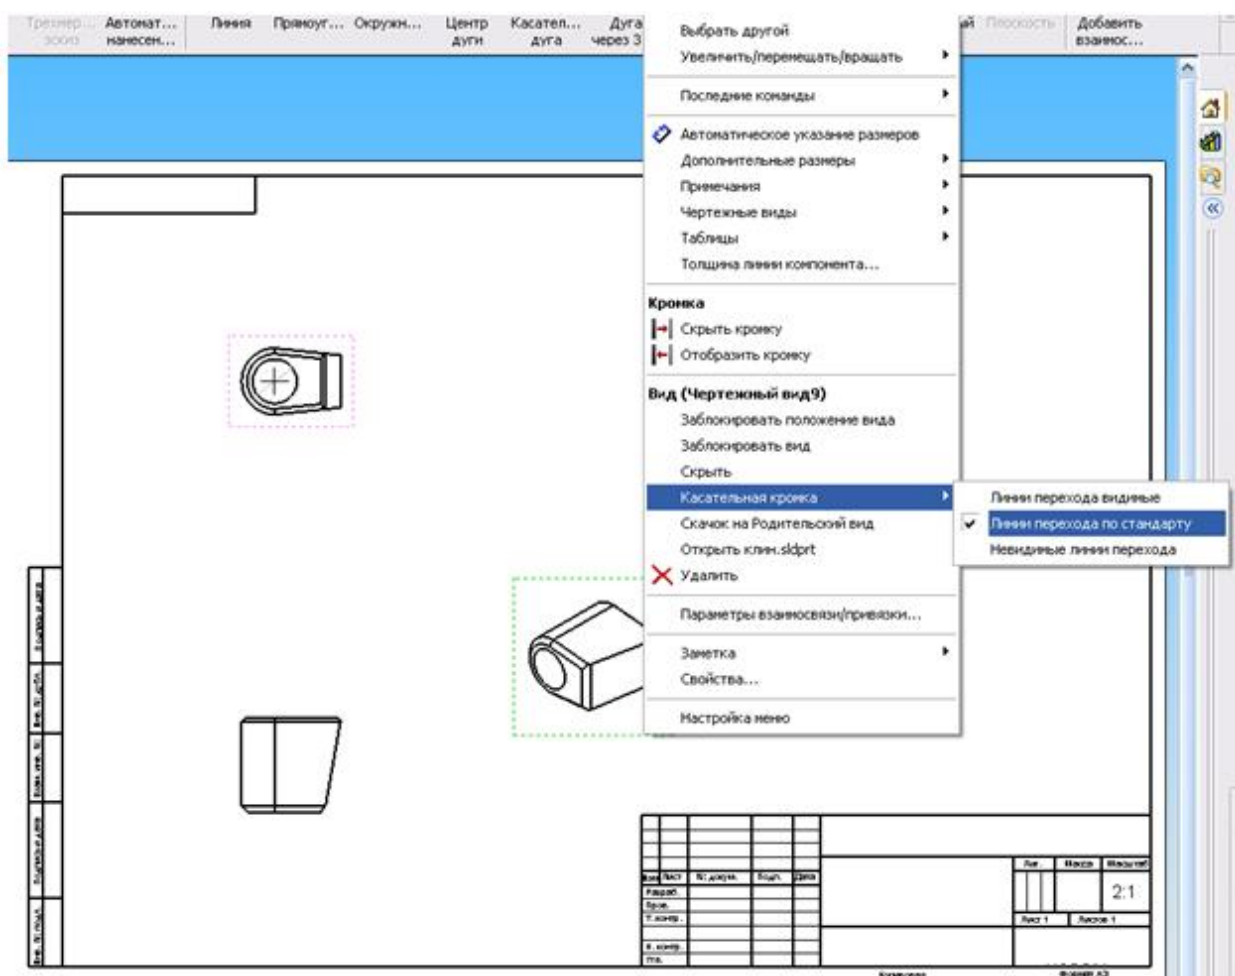

Рис. 10
3. Отобразите касательные кромки на **Чертёжном виде 4** в соответствии со стандартом ГОСТ (тип отображения касательных кромок **Линии перехода по стандарту**) (рис. 10).